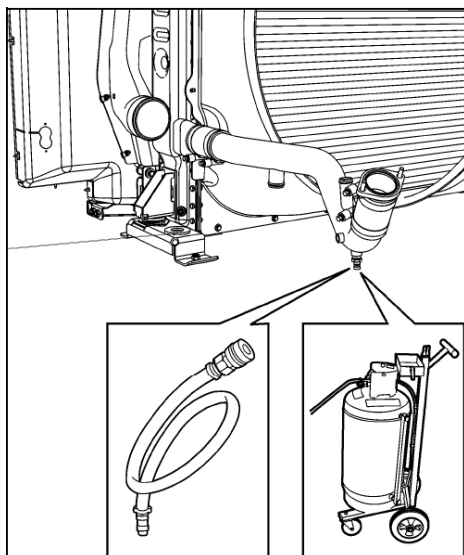

FIGURE 3 : BOUCHON DE DRAINAGE DU SYSTÈME
- c) Connecter le boyau du système d'extraction de liquide de refroidissement (FIGURE 3). Utiliser le système d'extraction de liquide de refroidissement pour vidanger le liquide de refroidissement du moteur. Une autre méthode consiste à dévisser le bouchon de vidange et vidanger le liquide de refroidissement par gravité dans un récipient approprié à l'aide d'un boyau de vidange.